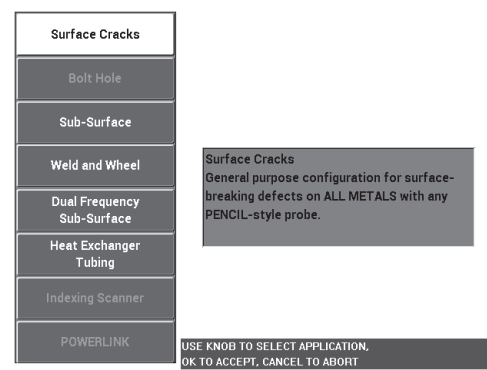

図 5-2 表面欠陥用アプリケーション
2. 設定メニューキー () を一度押し、続いて A キー (**アプリ選択**) を押し、アプリケーション選択メニューを開きます。ノブ (SmartKnob) を回して **表面欠陥** を選択し、 を押して承諾します (129 ページの図 5-2 を参照)。